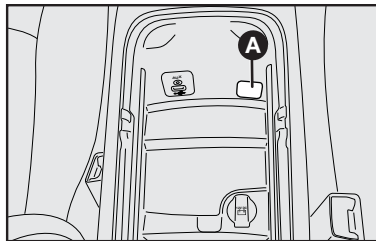

fig. 13
2. Abrir o console central ao lado dos bancos dianteiros e remover a pequena tampa **A-fig. 13** de acesso ao compartimento de movimentação de emergência da alavanca, localizada à direita da porta USB.